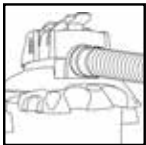

FIGURA 27
47. Esta aspiradora puede utilizarse como un soplador potente. Para utilizar la unidad como un soplador, extraiga cualquier obstrucción de la manguera. Inserte la manguera de la máquina dentro del puerto del soplador en la parte posterior de la unidad. **FIGURA 27.** Tuerza